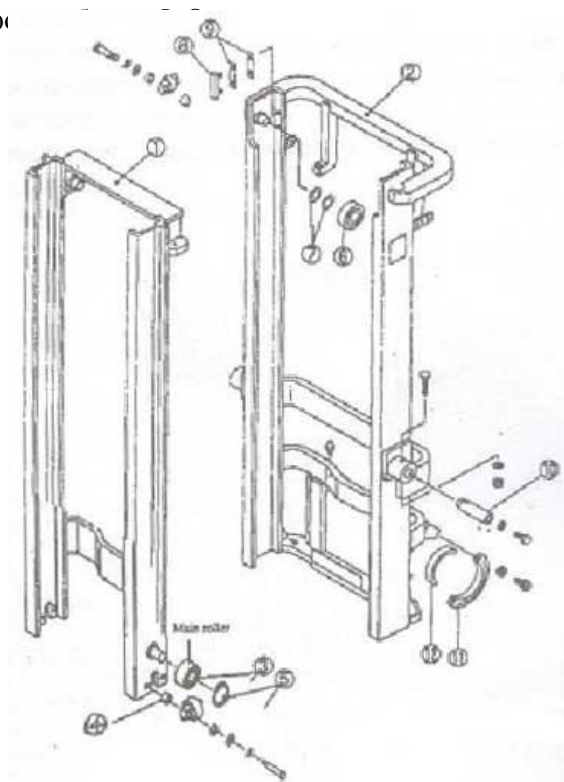

Рис. 19
2. Внутренняя и внешняя рулевая колонка (рис. 19 и рис. 20)